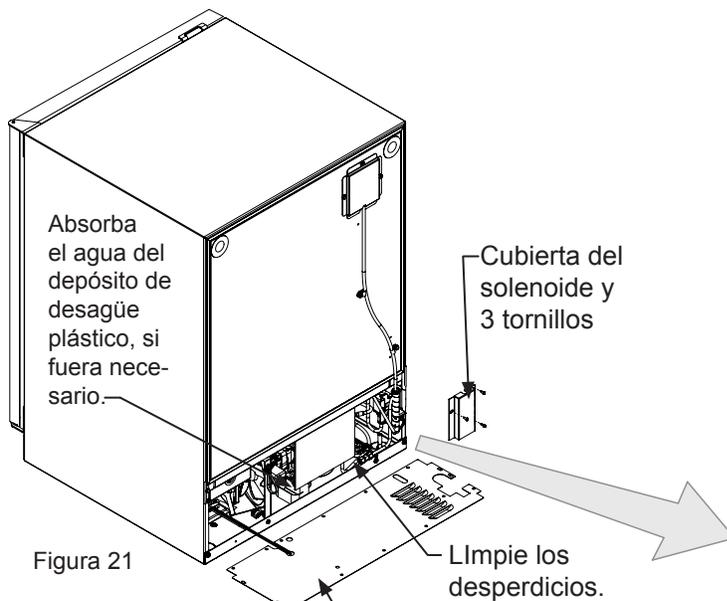

Figura 21
17. Retire la cubierta del solenoide y 3 tornillos. (vea la Figura 21). Retire la cubierta de acceso trasera, (vea la Figura 21), y utilice una brocha y aspiradora para quitar la suciedad y desechos del compartimiento de la máquina.